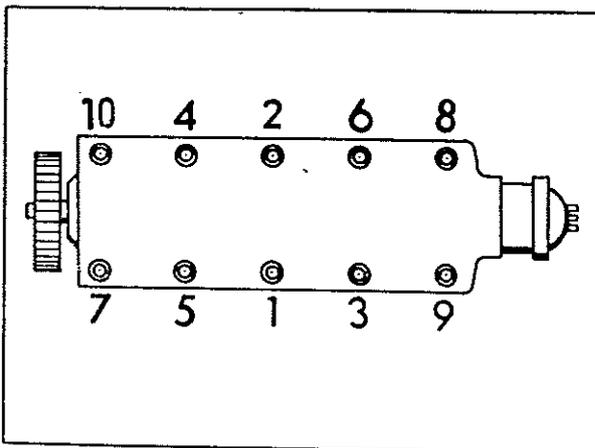

Bild 31: Anzugsschema für Zylinderkopf
- Zylinderkopf aufsetzen und die 8 Zylinderschrauben (1) bis (7) und (9) ansetzen und handfest anziehen.
- Zylinderschrauben in drei Stufen anziehen - Reihenfolge siehe Bild 31